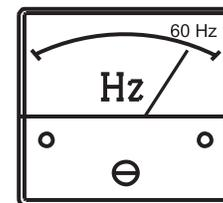

Figure 43. Fréquencemètre
3. Le fréquencemètre du générateur (Figure 43) devrait afficher la fréquence de sortie de 60 cycles en HERTZ.